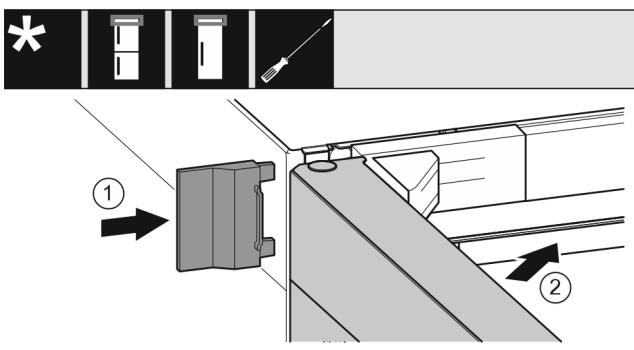

Fig. 23
- Nasuňte vonkajší kryt Fig. 23 (1).
- Zavorte horné dvere Fig. 23 (2).